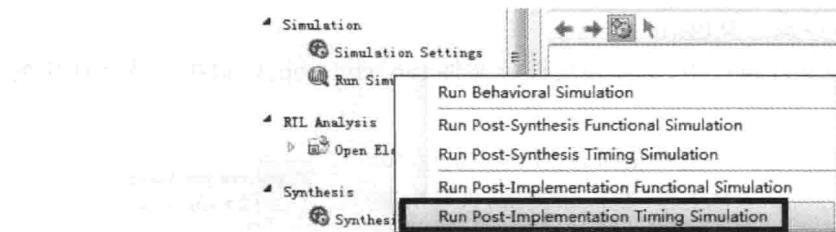

图 2.52 选择实现后时序仿真
- (1) 在源文件窗口选择 test.vhd/test.v 文件(取决于读者所选择的设计语言)。
- (2) 在 Vivado 设计界面左侧的 Flow Explorer 内，找到 Simulation 并展开。
- (3) 如图 2.52 所示，单击 Run Simulation(运行仿真)。出现浮动菜单，选择 Run Post-Implementation Timing Simulation(运行实现后时序仿真选项)。在浮动菜单内，Vivado 开始运行实现后仿真程序。